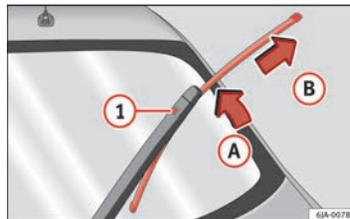

Fig. 68 Spazzola del tergilunotto
- Rimuovere il braccio del tergilunotto dal cristallo spostando leggermente la spazzola nel senso del braccio - freccia (A) ⇒ fig. 68.
- Con l'altra mano sbloccare la sicurezza ① ed estrarre la spazzola nel senso della freccia ②.